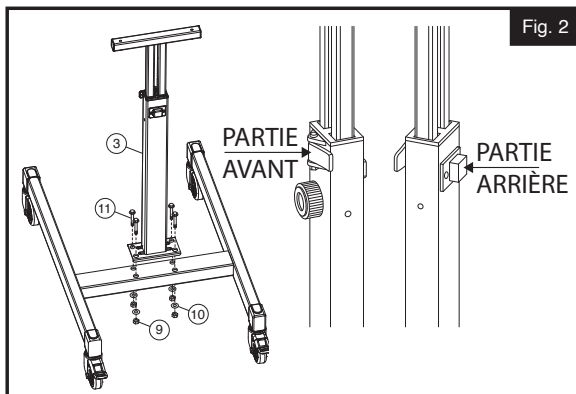

Fig. 2
4. Installez le cadre de support (3) sur le cadre de base comme indiqué, en faisant attention à l'orientation avant et arrière. L'avant du cadre de support doit être orienté vers les extrémités les plus longues des pieds du cadre de base. Insérez quatre boulons M6 (11) dans les trous et fixez-les avec des rondelles M6 (10) et des contre-écrous M6 (9) à l'aide des deux clés de 10 mm (14). (Fig. 2)